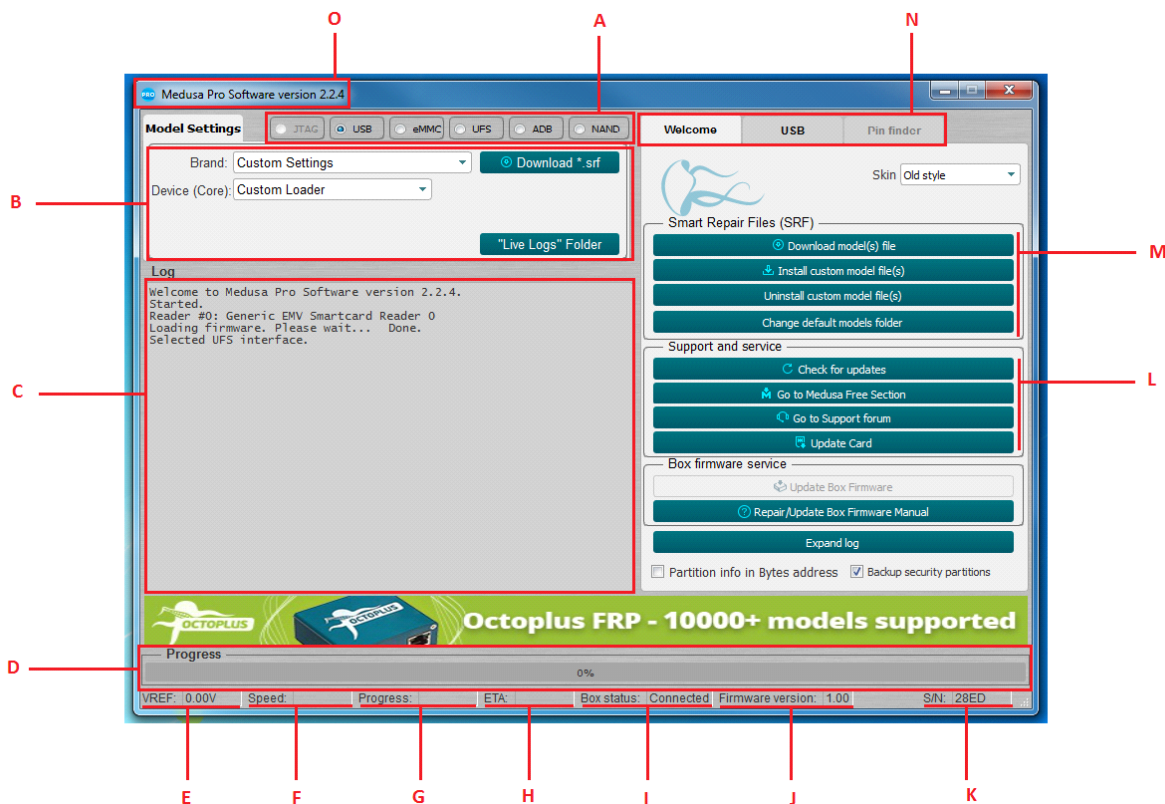

Рис. 1 Основное окно, вкладка «Welcome»
- Группа вкладок для работы с боксом. Первая вкладка «**Welcome**» показана на рис.1 и предназначена для управления SRF, управления версиями программного обеспечения и прошивками бокса. Вторая вкладка зависит от выбранного интерфейса Рис. 1А. Третья вкладка Pin Finder не используется.
- Необходимо физически подключить устройство к одному из интерфейсов Рис.1А;
- Настроить интерфейс в поле, указанном на Рис.1В;
- Результаты инициализации выводятся в лог (Рис.1С). В случае успешной инициализации лог может содержать определенные параметры устройства, например: изготовителя устройства, модель устройства, серийный номер, объем носителя и др. В случае если не удалось инициализировать устройство, в лог выводится информация о невозможности инициализировать устройство;